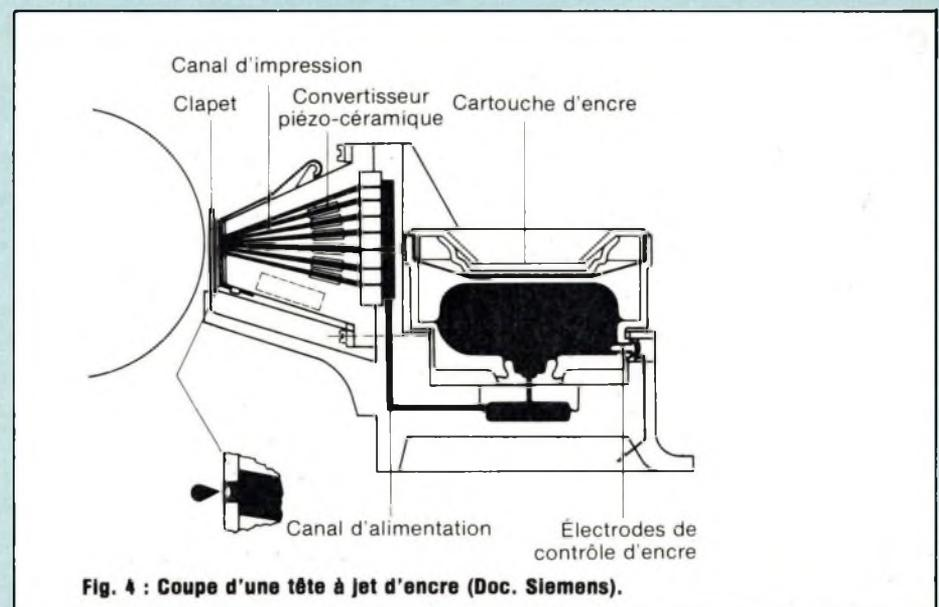

Fig. 4 : Coupe d'une tête à jet d'encre (Doc. Siemens).
**Les imprimantes à jet d'encre** procèdent par projection de gouttes d'encre sur un papier spécial. La figure 4 présente une coupe d'une tête à jet d'encre. La projection de l'encre est effectuée à partir de neuf buses alignées horizontalement et alimentées à l'aide d'une cartouche commune. En appliquant pendant un bref instant un champ électrique au convertisseur piezo-électrique, une onde de choc est créée dans la buse, ce qui augmente la pression et provoque l'expulsion d'une gouttelette d'encre sur le papier.